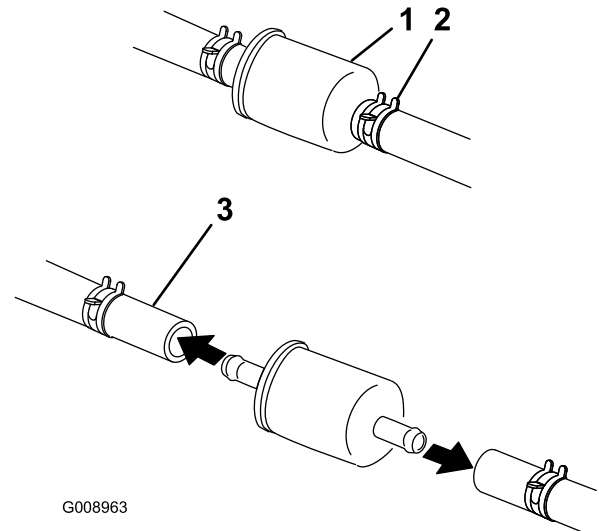

Figura 46
5. Cierre la válvula de cierre de combustible, situada debajo del asiento (Figura 46).
6. Apriete los extremos de las abrazaderas y deslícelas por la manguera alejándolas del filtro (Figura 46).
8. Instale un filtro nuevo y acerque las abrazaderas al filtro (Figura 46).